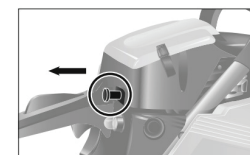
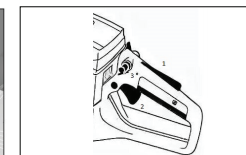

рис. 1.5
рис. 1.6
5. Установите рычаг воздушной заслонки в положение «горячий запуск», выжмите курок газа и зафиксируйте его, нажав боковой фиксатор, см. Рис. 1.5, см. Рис. 1.6.